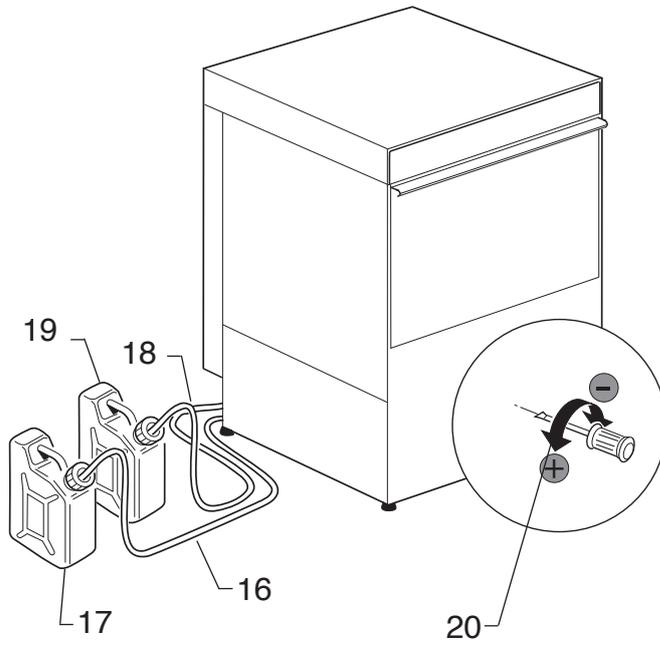

Fig. 8
3.2 BOMBA DOSEADORA DE DETERGENTES (Opcional) (Fig. 8)
3.3 ENVASILHAMENTO DOSEADOR DE ABRILHANTADOR (Fig. 8)
- Inserir o tubo transparente (18) no tanque contendo o abrillantador.
3.3.a Regulador de dosagem (Fig. 8)
- Para a regulação manipular o eixo (20), girando em sentido horário diminuirá a quantidade e vice versa aumentará.